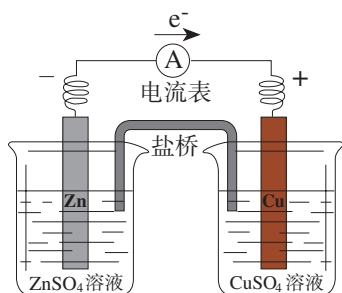

图4-1 锌铜原电池示意图
如图4-1所示，将置有锌片的 ZnSO_4 溶液和置有铜片的 CuSO_4 溶液用一个盐桥^①连接起来，然后将锌片和铜片用导线连接，并在中间串联一个电流表，观察现象。取出盐桥，观察电流表的指针有何变化。
实验表明，接通电路时，电流表的指针发生偏转，即电路中有电流通过。从上述装置中取出盐桥，电流表的指针又回到零点，即电路中没有电流通过。如图4-1所示的原电池叫做锌铜原电池，其中锌一端为负极，铜一端为正极。
(1) 图4-1所示的锌铜原电池工作时，电子在导线中的运动方向是怎样的？阴离子和阳离子在电解质溶液中的运动方向是怎样的？
请结合图4-1绘制反映原电池工作原理的示意图, 并与同学交流。示意图要求包括以下内容: